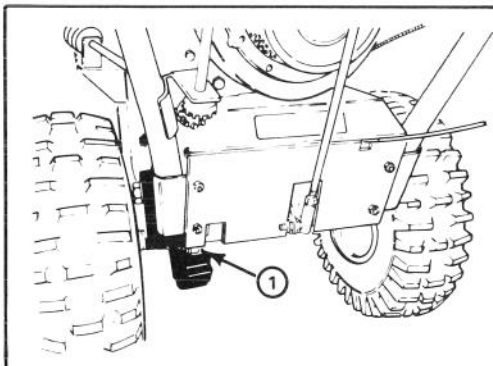

Abbildung 17
1. Die Antriebskette einmal jährlich mit Ketenschmierstoff schmieren (Abb. 17). Überschüssiges Öl aufwischen.